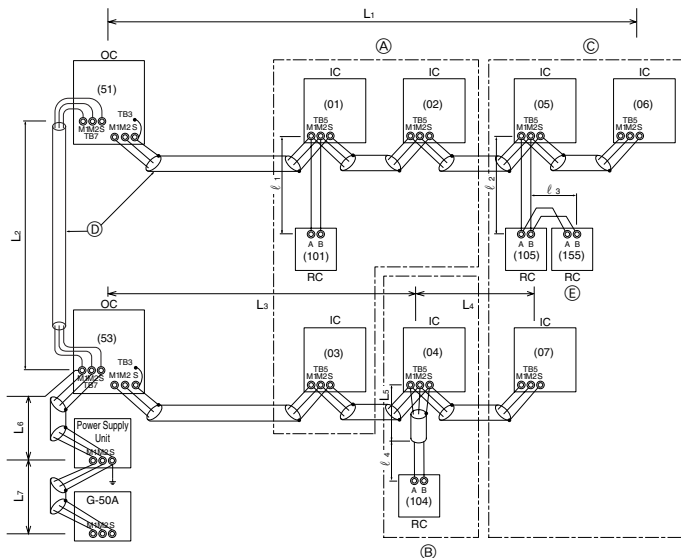

Fig. 6-2
- M-NET-Fernbedienung (Fig. 6-2)